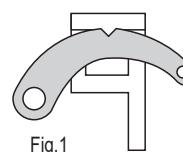

Fig.1
1. Respeite todas as precauções de segurança. Coloque a base do macaco por baixo da carga. Ponha o gancho de inversão (20) na posição levantada («UP») e verifique se este está bloqueado no devido lugar, o entalhe do gancho estando correctamente introduzido na fenda presente no botão de inversão (18) - ver figura: 1. Subir a ponta até esta vir em contacto com a carga ao nível do ponto de elevação desejado. Nesta fase, verifique se não existe nada que possa representar um obstáculo a uma elevação correcta.
2. Puxe firma e regularmente a pega para baixo e verifique a subida da carga. Quando a pega chega na posição baixa, a caviglia de elevação (15) fica instalada com um « clique » num orifício na barra de aço (3). Nesta fase, solte a pega para deixar a caviglia (15) pegar na carga. Volte a montar a pega em cima de corrida para ter um novo ponto de apoio e bombar mais uma vez.